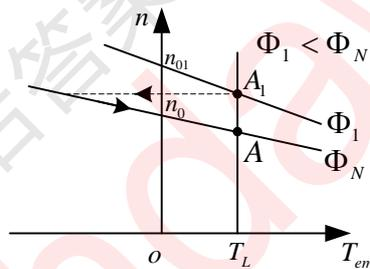

图 3.53 题 3.6 图
3.6 他励直流电动机拖动恒转矩负载调速，其机械特性和负载转矩特性如图 3.53 所示，试分析当工作点由 A1 向 A 点运行过程中，电动机经过哪些不同的运行状态？